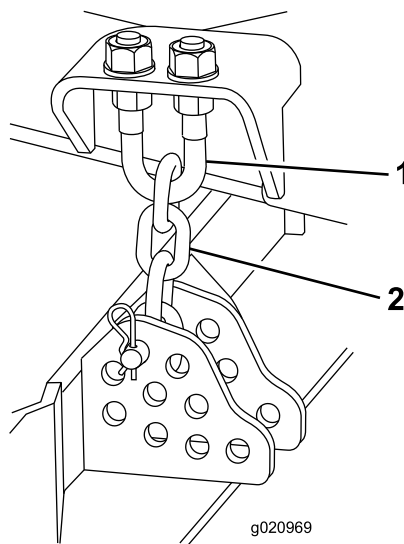

Figura 80
4. Retire o contrapino tipo grampo e pino de segurança que fixam as correntes da altura de corte à traseira da plataforma de corte (Figura 80).